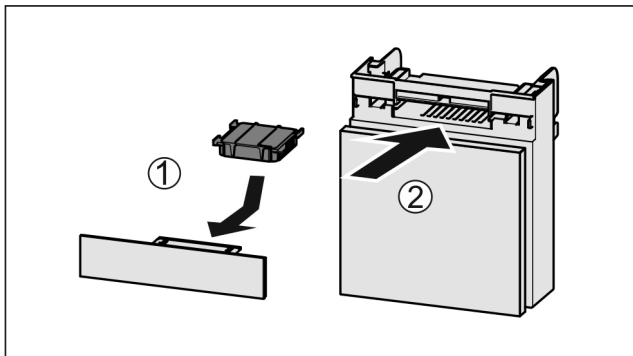

Fig. 171
- ▶ Вставити фільтр з активованого вугілля за малюнком Fig. 171 (1).
- ▶ Вставити відділення Fig. 171 (2).